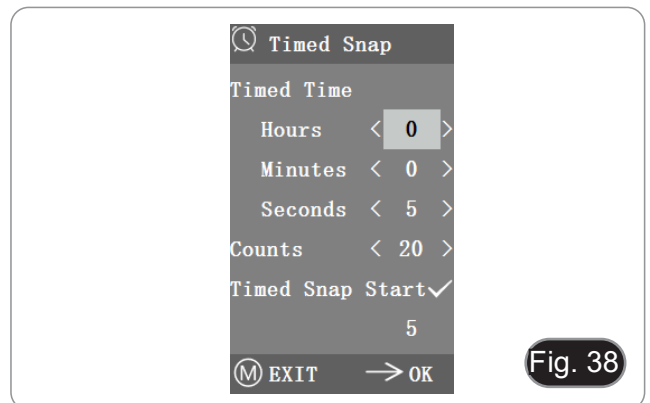

Fig. 38
2. An diesem Punkt springt die Zahl nach unten. Dies ist die Anzahl der Fotos, die bisher erfolgreich aufgenommen wurden. (Fig. 38)